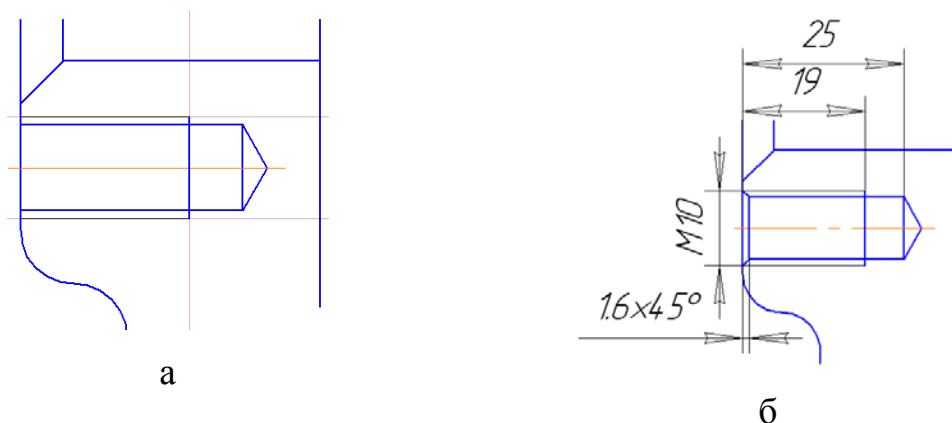

Рис. 145
15.4. За допомогою кнопки **Параллельные прямые**  будуюмо різьбу в отворі діаметром 10мм та довжиною – 19 мм та обводимо за допомогою кнопки **Непрерывный ввод объектов** (рис. 145,а).
15.5. Побудувати фаску в отворі. Послідовність виконання дій як у розділі 10, п. 10.1.6 (рис. 145,б).